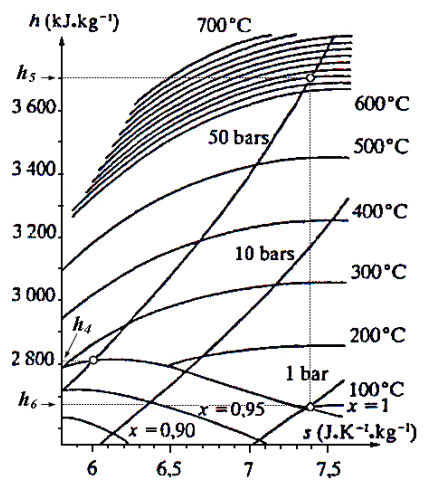

Figure 7
- **le surchauffeur**, $q_s = h_5 - h_4 = 3700 - 2810 = 890 \text{ kJ.kg}^{-1}$; les enthalpies massiques h_4 et h_5 sont lues sur le diagramme de la figure 7, par projection respectivement des points (50 bars, $x = 1$) et (50 bars, 620 °C) sur l'axe des enthalpies ;
- **la turbine**, $e_T = h_6 - h_5 = 2675 - 3700 = -1025 \text{ kJ.kg}^{-1}$; h_6 est lue sur le diagramme de la figure 7 pour